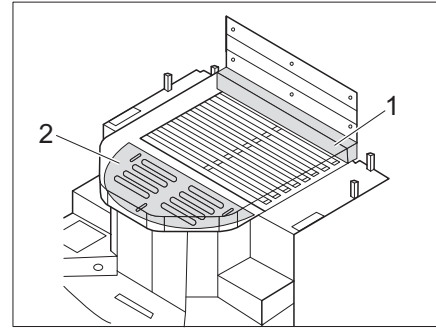

Fig. 174 Letto con prolunga del materasso (con materasso aggiuntivo e tavola estraibile)
- Collocare il materasso aggiuntivo (Fig. 174,1) sulla testata del letto centrale.
- Estrarre la tavola estraibile (Fig. 174,2).